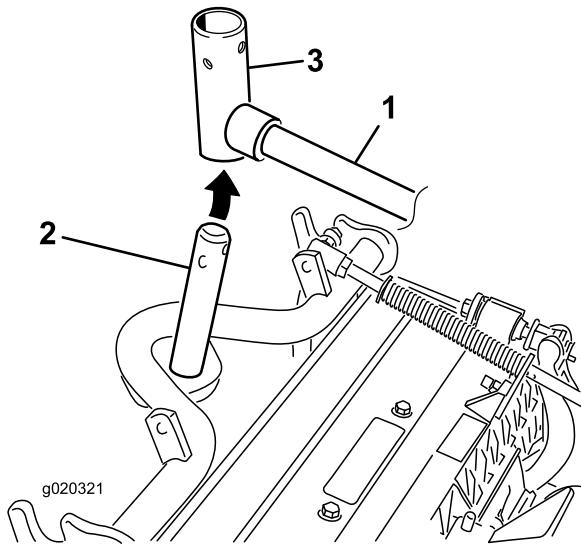

Figura 7
8. En el caso de las unidades de corte delanteras, deslice una unidad de corte debajo del brazo de elevación mientras coloca el eje del bastidor de tiro en la horquilla de pivot del brazo de elevación (Figura 7).
- B. Introduzca la horquilla del brazo de elevación en el eje del bastidor de tiro (Figura 7).